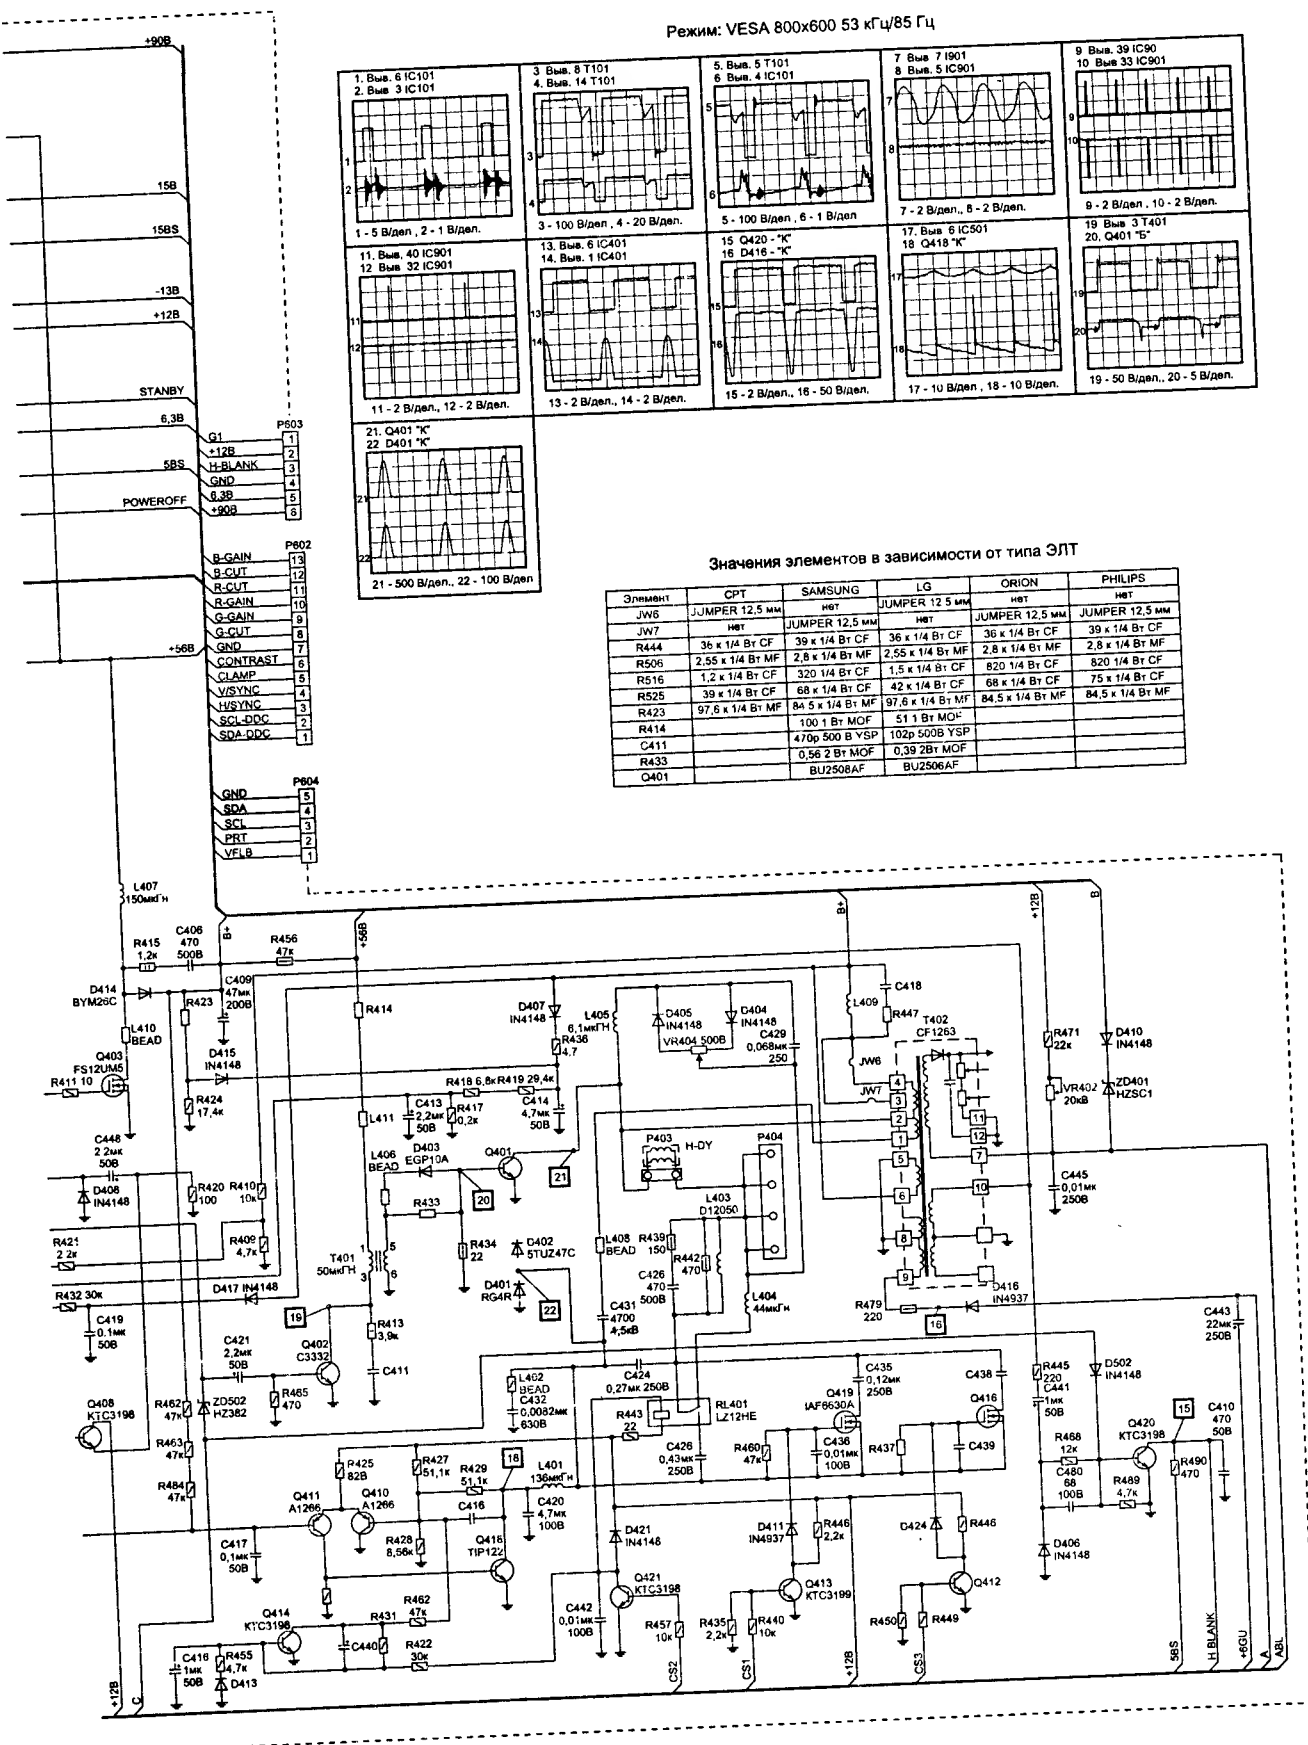
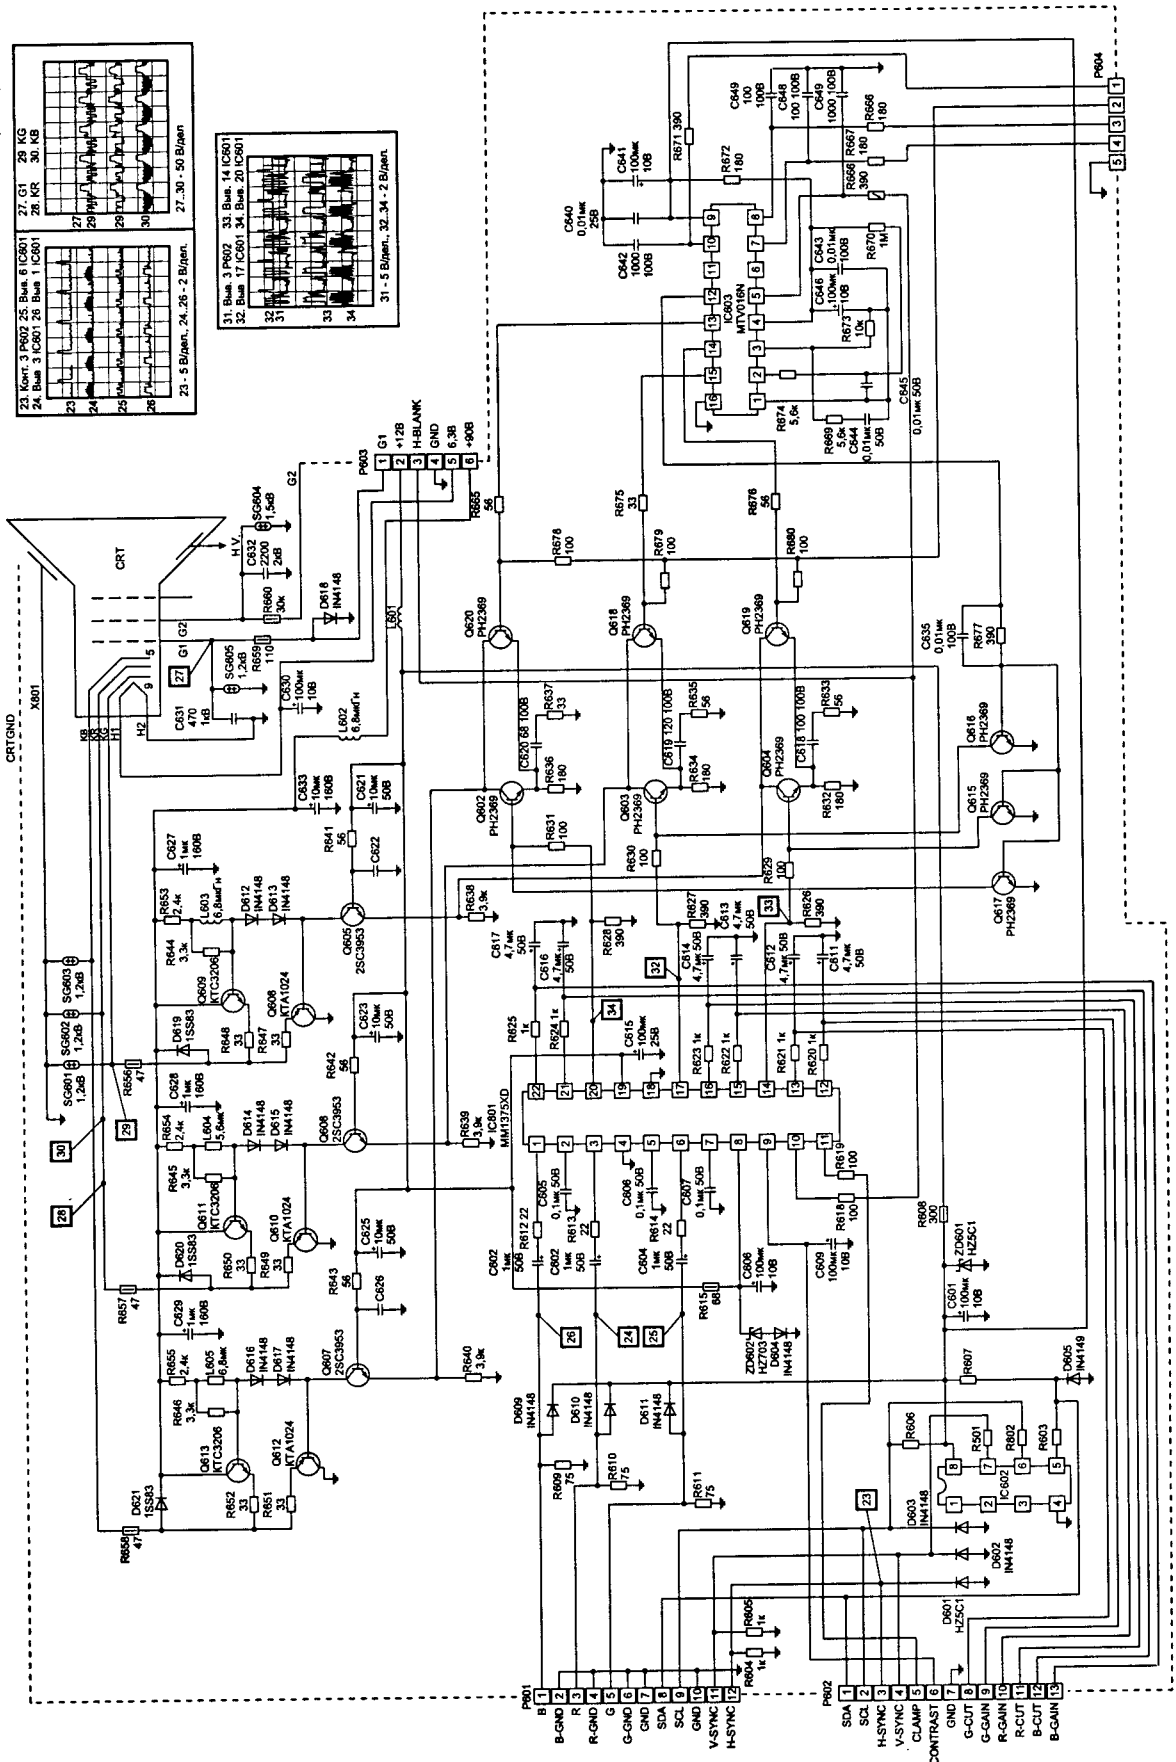

Рис. 11.1 (продолжение)
Рис. 11.2
Принципиальная схема монитора и осциллограммы сигналов в контрольных точках схемы представлены на рис. 11.1 и 11.2.
Ключевой преобразователь реализован по схеме обратногоходового конвертера, управляемого контроллером IC101 типа UC3842 (рис. 11.1). Выходной сигнал микросхемы (выв. 6) управляет силовым ключом Q102, подключенным через обмотку 1—5 импульсного трансформатора T101 к выпрямителю D101, D107, D108, D109, C116. Во время открытого состояния силового ключа происходит накопление энергии импульсным трансформатором T101, а когда ключ закрывается, энергия снимается с его вторичных обмоток и передается в нагрузку.
Основа системы управления — МК IC901 фирмы Weltrend Semiconductor типа WT6018 (рис. 11.1). МК WT6018 входит в состав семейства WT60XX, которое разработано специально для мультчастотных мониторов. Он содержит 8-битный процессор, ПЗУ объемом 8 Кбайт, ОЗУ объемом 288 байт, таймер, два 4-битных АЦП и два интерфейса I²C. Его работа синхронизирует-
ся внутренним генератором, частота которого стабилизирована кварцевым резонатором X901 (8 МГц), подключенным к выв. 7 и 8 микросхемы. Для сброса всех узлов МК в исходное состояние используется схема сброса Q902, D901, D904, C914, формирующая импульс отрицательной полярности на выв. 4 МК после подачи на него питания. В зависимости от наличия синхросигналов и их частоты, поступающих на вход МК (выв. 39, 40), он формирует выходные аналоговые и цифровые сигналы управления ИП, синхропроцессором, видеопроцессором, схемами кадровой и строчной разверток. Для регулировки параметров изображения служит OSD. Меню включается и управляется кнопками KEY1—KEY4, расположенными на передней панели монитора. В составе МК имеются два цифровых интерфейса I²C. Первый интерфейс (выв. 12 и 13) МК использует для управления синхропроцессором IC401, видеопроцессором IC601 (рис. 11.2) и схемой OSD IC603. К этому же интерфейсу подключена микросхема энергонезависимой памяти IC902, в которой сохраняется информация о последних настройках параметров монитора. По второму интерфейсу (выв. 25 и 24) МК передает данные на компьютер для реализации стандарта Plug&Play.
Предварительный видеоусилитель тракта построен на микросхеме IC601 типа MM1375 (рис. 11.2). На ее входы (выв. 3, 6, 1) с конт. 3, 5, 1 соединителя P601 поступают видеосигналы основных цветов R, G, B. Сигнал фиксации уровней видеосигналов CLAMP формирует МК. Сигнал снимается с его выв. 33 и через конт. 5 соединителя P602 поступает на выв. 11 IC601. Регулировка усиления каждого канала IC601 и установка точек отсечки катодов кинескопа также выполняются МК. Эти сигналы снимаются с выв. 29—31 ((R, G, B)-GAIN) и с выв. 26—28 ((R, G, B)-
Синхропроцессор построен на основе микросхемы IC401 типа TDA4858 (рис. 11.1). Все параметры микросхемы регулируются по цифровой шине I²C (выв. 3, 4). Она имеет структуру, аналогичную синхропроцессору TDA4856 (см. описание в главе 9).
Она построена по двухкаскадной схеме (рис. 11.1). Импульсы запуска строчной развертки с выв. 31 IC401 поступают на предварительный каскад на транзисторе Q402, включенном по схеме с общим эмиттером. Каскад питается от вторичного канала +56 В ИП. Цепь C411, R413 демпфирует выбросы напряжения, возникающие при переключении транзистора Q402. Нагрузкой транзистора служит обмотка 1—3 трансформатора T401. С его вторичной обмотки импульсы запуска поступают на выходной каскад, выполненный по схеме двухстороннего электронного ключа с последовательным питанием на транзисторе Q401 и демпферных диодах D401, D402. Нагрузкой транзистора служат обмотка 1—4 трансформатора T402 и строчные катушки ОС Н-ДУ. Конденсаторы C431 и C432, подключенные параллельно строчным катушкам, определяют время обратного хода строчной развертки, а значит, и размер раstra по горизонтали.
Выходной каскад кадровой развертки выполнен на микросхеме IC501 типа TDA4866 (рис. 11.1). Микросхема содержит входной дифференциальный усилитель, выходной каскад, генератор импульсов обратного хода и схему защиты.
Особенность схемы в том, что если защита включается, то работоспособность монитора восстанавливается только после его выключения и включения сетевым выключателем. Детектор схемы защиты от рентгеновского излучения выполнен на элементах D407, R436, C414, R419, R418, C413 (рис. 11.1). Его вход подключен к обмотке 5—6 Т402, а выход — к входу схемы защиты — выв. 2 IC401. В случае превышения заданного порога (31 В на выв. 6 Т402) включается схема защиты от рентгеновского излучения, IC401 прекращает формирование строчных СИ, а значит, выключается схема выходного каскада строчной развертки и формирование высокого напряжения прекращается. Информация о том, что схема защиты включена, по цифровой шине поступает на МК, и он переключает монитор в режим «выключен».
4. Переменным резистором VR101 (рис. 11.1) устанавливают выходное напряжение $90 \pm 0,3$ В.
4. Переменным резистором VR403 (рис. 11.1) устанавливают выходное напряжение $24,6 \pm 0,2$ кВ.
Переменным резистором VR404 (рис. 11.2) смещают растр влево или вправо, добиваясь его совмещения с видимой областью экрана.
Подключают монитор к сети, включают выключатель S101 и проверяют наличие напряжения +320 В на стоке транзистора Q102. Если там 0 В, то отключают монитор от сети и омметром проверяют на обрыв элементы L101, F101, L105, S601, L107, L108, NTC101, D101, D107—D109, L109, L110, обмотку 1—5 T101. Если неисправен предохранитель F101, то перед его заменой проверяют омметром на короткое замыкание элементы сетевого фильтра, а также элементы D101, D107—D109, C112, C113, C116, D110, D111, Q102. Если +320 В есть на стоке Q102, то проверяют на обрыв R122. На выв. 7 IC101 должно быть +18...20 В, если оно отсутствует, проверяют следующие элементы: R117, R120, R121, ZD102, D102, C101, Q103, Q104, C106, D104, R140, D105, обмотку 2—7 T101. На выв. 6 IC101 должны быть импульсы положительной полярности (осц. 2 на рис. 11.1). Если их нет, проверяют наличие сигналов на выв. 3 и 4 IC101 (осц. 1 и 3 на рис. 11.1) и внешние элементы микросхемы. Если импульсы на выв. 6 IC101 есть, а на стоке Q102 (осц. 5 на рис. 11.1) отсутствуют, то проверяют элементы R652, R653, Q602.
Проверяют питание IC901 (+5 В на выв. 5). Если его нет, проверяют стабилизатор 5 В на элементах C211, IC202, Q201. Если +5 В есть, проверяют исправность резонатора X901 (осц. 7 на рис. 11.1), схему сброса Q902, D901, D904, C914. Если они исправны, методом замены проверяют энергонезависимую память IC902 и МК.
Проверяют напряжение +56 В на плюсовом выводе C204. Если его нет, проверяют элементы C202, C204, D204, L203, R204. Если +56 В есть, а выходное напряжение +В на стоке Q403 (+70...80 В) отсутствует, проверяют наличие ШИМ-сигнала на выв. 6 IC401 (осц. 15 на рис. 11.1) и работу преобразователя Q403, Q405—Q407. При отсутствии сигнала проверяют питание контроллера IC401 (+12 В на выв. 9), его внешние элементы, подключенные к выв. 3—6 микросхемы. Затем проверяют элементы цепи обратной связи: обмотку 5—6 T402, D417, C419, R432, VR403, R430, R438.
Если напряжение +В есть на коллекторе Q401, а сигнал (осц. 21 на рис. 11.1) отсутствует, переходят к проверке схемы строчной развертки. В первую очередь проверяют омметром на короткое замыкание и обрыв элементы Q401, Q402, D401, D402, N401. Затем проверяют наличие строчных импульсов запуска на выв. 7 IC401 и их прохождение по цепи C421, Q402 (осц. 17 на рис. 11.1), T401, Q401 (осц. 18 на рис. 11.1), Q511, T504, Q507. Если сигнал на коллекторе Q401 есть, но его форма не соответствует осц. 21 на рис. 11.1, проверяют омметром строчные катушки ОС, наличие контакта в соединителе P403
Проверяют наличие кадровых СИ на выв. 32 IC901 и их поступление на выв. 14 IC401 (осц. 12 на рис. 11.1). Если сигнала на выходе IC401 (выв. 12, 13) нет, проверяют конденсатор C427. Если он исправен, то заменяют IC401. Если пилообразные сигналы есть на входе IC501 (выв. 1, 2), а выходной сигнал микросхемы на выв. 6 (осц. 14 на рис. 11.1) отсутствует, проверяют питание микросхемы (+56 В на выв. 7 и +15 В на выв. 3), исправность кадровых катушек, наличие контакта в соединителе P403 и резисторов R505, R506. Если они исправны, заменяют IC501.
Проверяют наличие сигнала коррекции на выв. 11 IC401. Если его нет — заменяют микросхему. Если сигнал есть, проверяют усилитель Q411, Q418 (осц. 13 на рис. 11.1), исправность элементов C420 и L401.
Проверяют питание микросхемы IC601 (+12 В на выв. 19 и 0 В на выв. 4, 18). Если питание есть, проверяют наличие входных видеосигналов R, G и B на выв. 3, 6 и 1 IC603 (осц. 23—25 на рис. 11.2). При отсутствии сигналов проверяют интерфейсный кабель монитора и источник видеосигналов (компьютер). Затем проверяют выходные сигналы IC603 (выв. 17, 14 и 20) и их соответствие осц. 26—28 на рис. 11.2. Если сигналы на выходах IC603 отсутствуют, проверяют наличие сигналов H-BLANK на выв. 5 IC603 (осц. 19 на рис. 11.1), VFLB на выв. 10 IC IC603 и CONTRAST на выв. 16 IC603 (постоянное напряжение 3...4,5 В). При отсутствии одного из сигналов устраняют причину. Возможно, неисправна схема OSD IC603 и выходы IC602 заблокированы ключами Q615—Q617. В рабочем режиме на выв. 12 IC602 должен быть низкий уровень.
Если сигналы на выходах микросхемы есть, проверяют выходные видеоусилители (осц. 29, 30 и 31 на рис. 11.2). Если сигналов на катодах кинескопа нет, проверяют питание (+12 В и +90 В на конт. 5 и 6 P603) и исправность элементов, входящих в состав видеоусилителей.
В момент нажатия кнопки «MENU» (KEY1 на рис. 11.1) на передней панели монитора контролируют уменьшение напряжения от 5 до 0 В на выв. 15 IC901. Если этого нет, омметром проверяют исправность кнопки. Если напряжение на входе IC901 изменяется, проверяют наличие выходных сигналов микросхемы SCL (выв. 12) и SDA (выв. 13). Если сигналы есть и поступают на выв. 9 и 10 IC603, а видеосигналы OSD на выв. 15, 14 и 13 IC603 отсутствуют — заменяют микросхему. Если видеосигналы OSD есть, проверяют исправность транзисторов Q616—Q620.
После включения монитор находится в дежурном режиме и не переключается в нормальный режим. Проверяют наличие кадровых и строчных СИ на конт. 11, 12 соединителя P601 и их прохождение на выв. 40 и 39 IC901 (осц. 11 и 9 на рис. 11.1). Если сигналы есть и МК исправен, на его выв. 19 должен быть сигнал низкого, а на выв. 20 — высокого уровня. Ключи Q208, Q202 и Q207, Q209 должны быть открыты. Если одно из условий не выполняется, проверяют цепи прохождения СИ и МК.